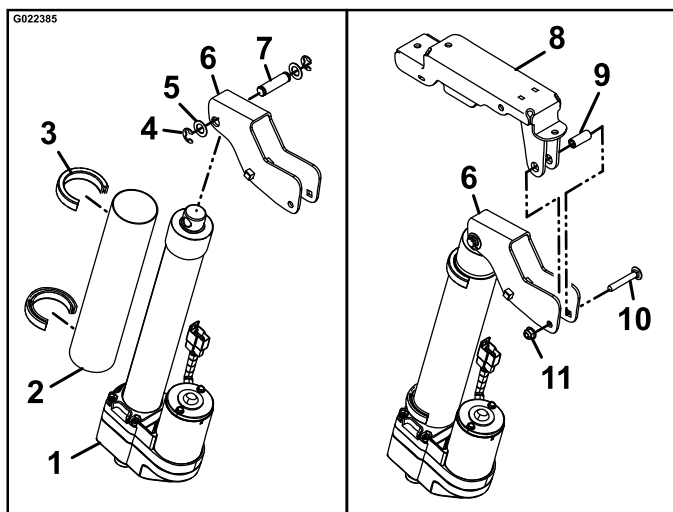

Figure 5
1. Posez le tube pare-chaleur sur le vérin et fixez-le avec les 2 éléments de la fixation Trim-lok (Figure 5).
2. Alignez le trou de la bielle d'actionneur sur le trou supérieur du vérin, et insérez un axe de chape (5/16 x 1-49/64 po), comme montré à la Figure 5.
5. Insérez une douille d'écartement comme montré à la Figure 5, et fixez l'ensemble avec un boulon de carrosserie (5/16 x 2 po) et un écrou à embase Nyloc (5/16 po).